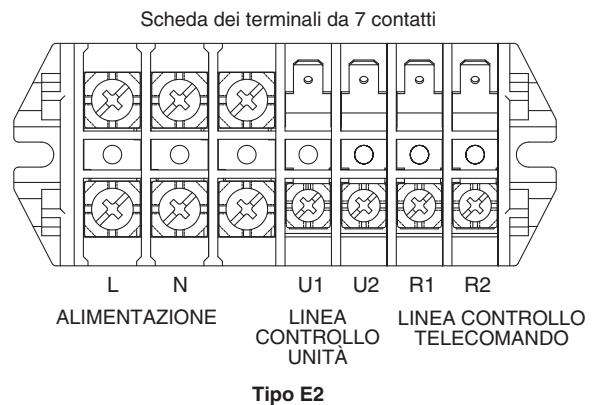

Fig. 4-2
- (1) Per una spiegazione di “B”, “C”, “D” ed “E” nel diagramma sopra, consultare la sezione 4-2 “Lunghezza e diametro raccomandati per i cavi di alimentazione”.
- (2) Lo schema di collegamento di base dell’unità interna mostra la scheda dei terminali; la scheda installata nell’unità in uso potrebbe tuttavia differire. (Fig. 4-2)
- (3) L’indirizzo del circuito refrigerante (R.C.) deve essere impostato prima di accendere il sistema.
- (4) Per quanto riguarda l’impostazione dell’indirizzo del circuito del refrigerante (R.C.) si prega di vedere le istruzioni per l’installazione fornite con il telecomando (opzionale). L’impostazione automatica degli indirizzi può essere eseguita automaticamente dal telecomando. Anche per questa operazione si prega di vedere le istruzioni per l’installazione fornite con il telecomando (opzionale).